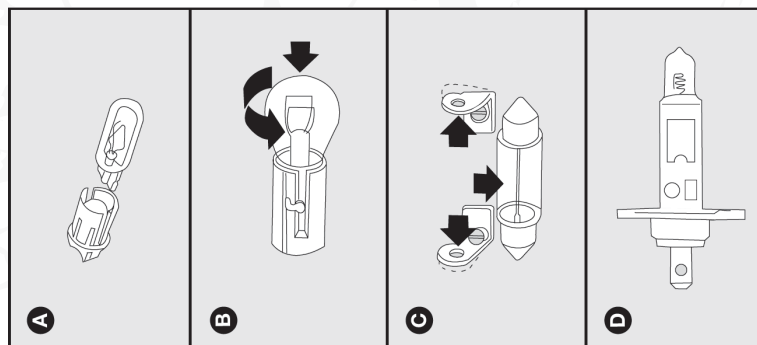

fig. 14
*Diversos tipos de lámparas están instaladas en el vehículo - fig. 14*